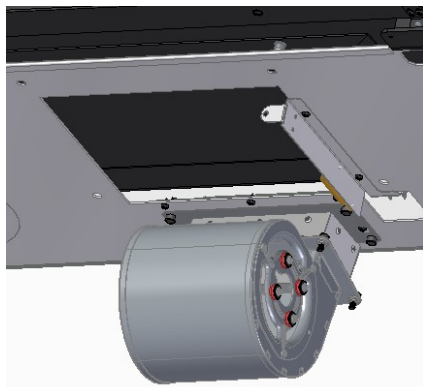

Figure 49 – Fixation du kit de ventilation sur les unités E909 et E809
b. Fixer le kit de ventilation sous l'unité, en bas, comme indiqué sur la photo, voir Figure 49.